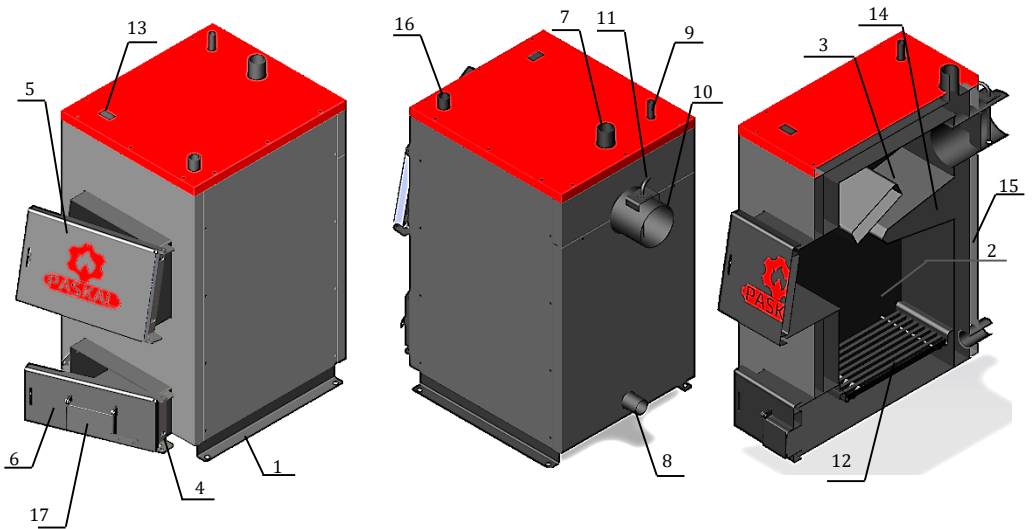
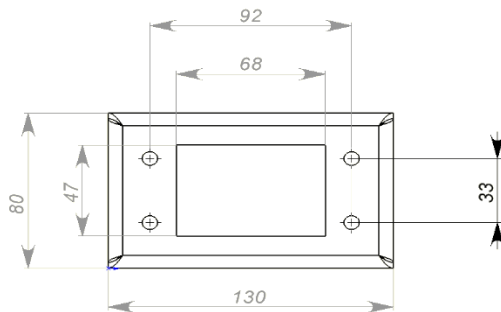

Рисунок 2 – Основні елементи котла
Рисунок 3 – Габаритні розміри фланця клапана подачі повітря
Конструктивно котел являє собою збірно-зварену конструкцію, що складається з корпусу (поз. 1, рис. 2) з камерою згоряння (топкою) (поз. 2, рис. 2). Конвекційна частина котла складається з двоходового теплообмінника (поз. 3, рис. 2), який розташований безпосередньо над топкою. Для моделі Paskal ES 14 конвекційна частина складається лише з одного нижнього теплообмінника.
Корпус котла виконаний в формі паралелепіпеду з подвійними стінками, які розділені водними перегородками (поз. 14, рис. 2). На зовнішній поверхні корпусу під декоративною обшивкою закріплена теплова ізоляція. (поз. 15, рис. 2).
Паливо для процесу спалення завантажується на колосникові ґрати (поз. 12, рис. 2) крізь завантажувальні дверцята (поз. 5, рис. 2). Згоряння палива в топці відбувається за участю повітря, яке постачається крізь вікно клапана подачі повітря (поз. 17, рис. 2), що закривається кришкою, під колосникові ґрати. Кількість повітря, необхідного для процесу згоряння, регулюється механічним регулятором тяги (не показаний на рис.2), або автоматично (за допомогою вентилятора з системою автоматики. Регулятор тяги/автоматика керування не входять до комплексу поставки котла.
Підведення і відведення теплоносія здійснюється відповідно через патрубки зворотної мережної води (поз. 8, рис. 2) і прямої мережної води (поз. 7, рис. 2).
Топочні гази виходять у димохід крізь боров (поз. 10, рис. 2), розташований у задній частині котла. Боров обладнано вбудованим дросельним клапаном продуктів згоряння – шибером (поз. 11, рис. 2). У випадку надто високої тяги у димоході шибер дає можливість її знизити шляхом часткового перекривання вихідного отвору борова.
У верхній частині корпусу котла розташований штуцер для встановлення запобіжного клапана котла (поз. 9, рис. 2). Запобіжний клапан не входить у комплект поставки.
Ревізійний дверцята (поз. 6, рис. 2), що розташовані на передній стінці котла, необхідні для періодичного чищення колосникових ґрат, а також для можливості спорожнення підколосникової зони.
Для можливості періодичного обслуговування (чищення) теплообмінника передбачені дверцята поз. 4 (рис. 2).
Для встановлення вентилятора нагнітання повітря під колосники, що буде керуватись автоматикою, необхідно зняти клапан подачі повітря (поз. 17, рис. 2) і встановити замість нього обрану модель вентилятора та відповідну систему автоматики (рис. 3).
Приєднання котла до опалювальної системи необхідно здійснювати за допомогою муфт або фланців. Трубопровід прямої мережної води потрібно приєднати до патрубку прямої мережної води (поз. 8, рис. 2). Трубопровід зворотної мережної води потрібно приєднати до патрубку зворотної мережної води (поз. 9, рис. 2).
8.6.1 Провести завантаження палива в топку котла. Для цього відкрити завантажувальні дверцята (поз. 5, рис. 2) та укласти на колосникові ґрати (поз. 12, рис. 2) шар палива до меж нижньої кромки завантажувальних дверць. На укладений шар палива розмістити розпалювальний матеріал: папір, тріски, дрова (у переліченій послідовності). Повністю відкрити шибер (поз. 11, рис. 2) на борові котла.
8.6.4 Коли температура теплоносія дійде до 60 °С, через декілька хвилин відкоригувати підвіску ланцюжка регулятора тяги таким чином, щоб кришка клапана подачі повітря (поз. 17, рис. 2) залишалась відкритою на 1-2 мм.
Для забезпечення герметичності дверцят поз. 5, 6 (рис. 2) необхідно кожні два тижні змащувати ущільнюючі шнури дверцят графітним мастилом.
Перед повторним завантаження палива необхідно відкрити дверцята поз. 6 (рис. 2), відкрити заслінку, та провести чистку колосникових ґрат за допомогою скребка. Закрити заслінку та дверцята поз. 6 (рис. 2). Потім відкрити завантажувальні дверцята та завантажити необхідну кількість палива. Повторити процедуру розпалювання (див. п. 9.1).